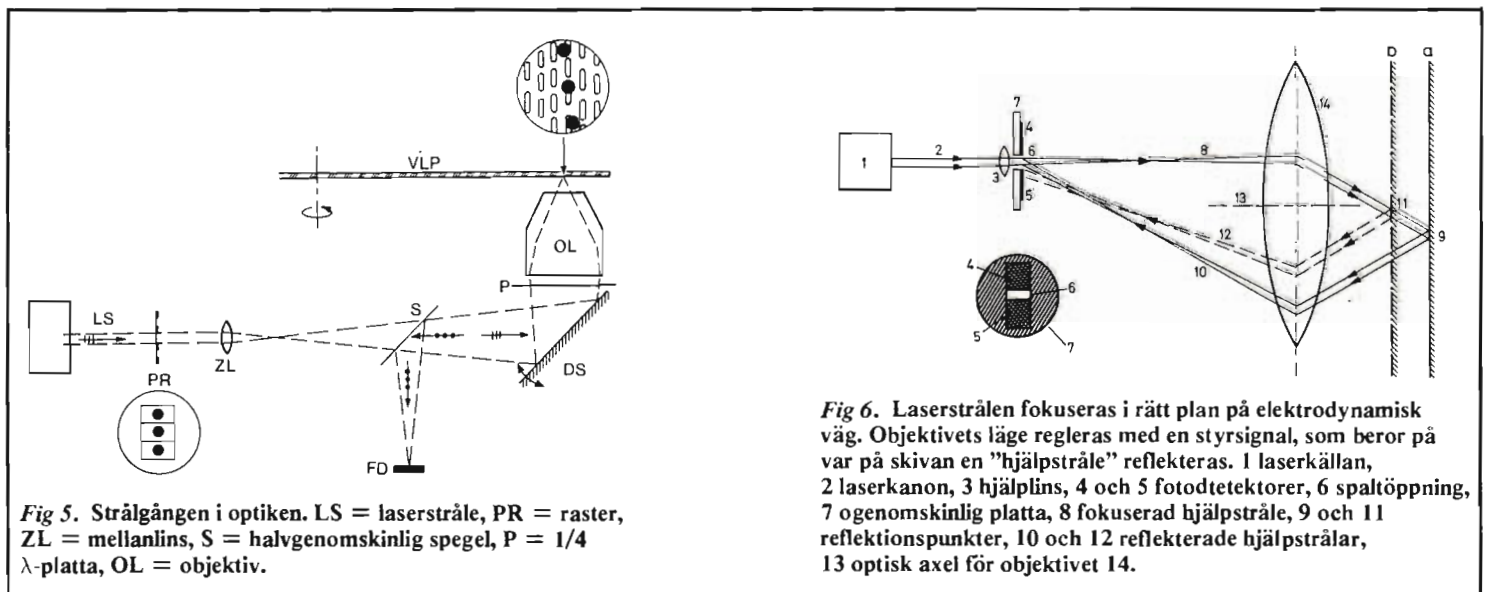

Fig 5. Strålgången i optiken. LS = laserstråle, PR = raster, ZL = mellanlins, S = halvgenomskinlig spegel, P = 1/4 λ-platta, OL = objektiv.
I fig 5 visas strålgången genom optiken. En mellanlins (ZL) ser till att ljusstrålen träffar objektivet (OL). Den mot skivan reflekterade ljusstrålen bryts mot den halvgenomskinliga spegeln (S) och träffar fotodioden (FD). Fasrastret (PR) delar upp laserstrålen i tre ljusstrålar. Den mit-
Ljusstrålen får endast avvika $\pm 0,2 \mu\text{m}$ från spårcentrum. Ett speciellt optoelektroniskt styrsystem måste därför användas. Detta omfattar förutom lässtrålen också två extra ljusstrålar, vilka uppstår i fasrastret i fig 5. Dessa båda ljusstrålar träffar VLP-skivan $15 \mu\text{m}$ framför resp bakom lässtrålen. För var och en av dessa finns en detektor som analyserar de reflekterade ljusstrålarna.
Fig 5. Förförstärkare är något man på många håll i USA gripit sig an med, vilket är högst motiverat. Goda tonkontroller etc är också något RT pläderat för i årtal; man behöver långt flexiblare anordningar än de gängse. Här är en ESS-förförstärkare, som faktiskt påminner exteriört om den gamla Stig Carlsson-konstruktionen Lund 1001. THD totalt för de tre sektionerna försteget består av uppges till 0,0075 % mellan 20 Hz och 20 kHz, alla nivåer, IM får man till 0,005 % brus ligger på -100 dB under märkeffekt hos slutsteget, kantvägens stigtid är 50 ns och RIAA-kurv-anpassningen ligger inom $\pm 0,25$ dB genom hela tonregistret. Tonkontrollerna är anpassade inom 1 dB mellan 2 Hz och 150 000 Hz!